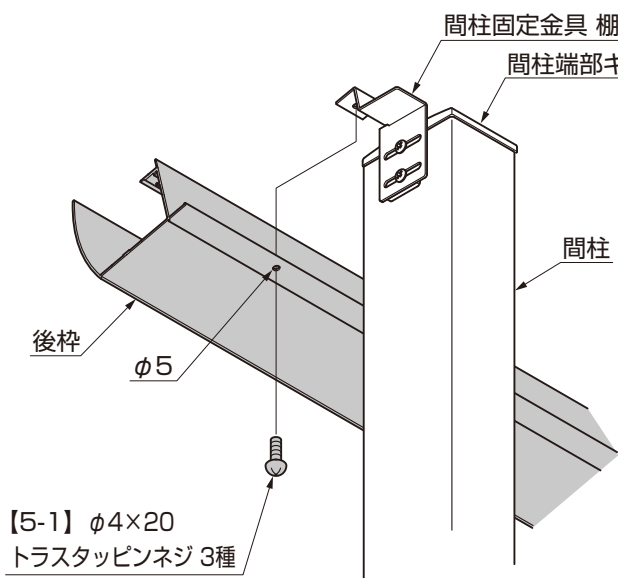

図5-3
- ③後枠に間柱固定金具 棚用を【5-1】で固定してください。(図5-3参照)